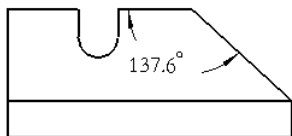
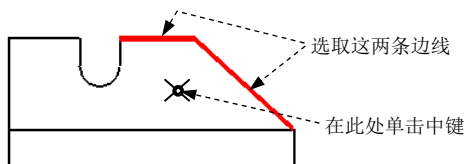

图 5.2.44 角度显示 (一)
图 5.2.45 选取边线和放置位置
➤ 标注图 5.2.44 所示两直线间的角度, 可以按照如下的方法操作。
Step3. 按住 Ctrl 键, 选取图 5.2.45 所示的两条边线, 在图 5.2.45 所示的位置单击中键, 此时在视图中显示角度尺寸, 如图 5.2.44 所示。